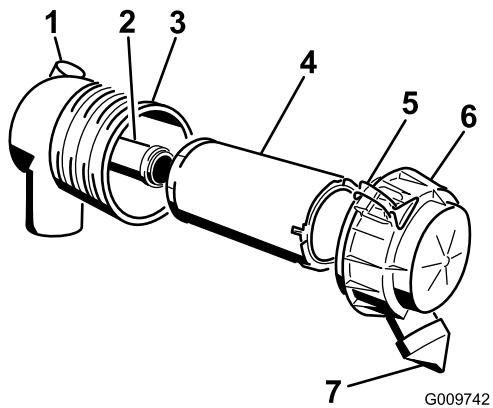

Figura 30
Importante: Effettuate la manutenzione del filtro dell'aria quando la spia diventa rossa (Figura 30). Sostituendo il filtro dell'aria prima del necessario aumenta il rischio che la mordicia entri nel motore quando si toglie il filtro.
4. Rilasciare i dispositivi di fermo del filtro dell'aria e togliere il coperchio dal corpo del filtro (Figura 30).
1. Estraete con cautela il filtro primario dal corpo del filtro dell'aria (Figura 30). Non urtate il filtro contro il corpo.
4. Se sostituite il filtro di sicurezza, fate scorrere delicatamente il nuovo filtro nel corpo del filtro (Figura 30).
5. Montate con cautela il filtro primario sul filtro di sicurezza (Figura 30). Verificare che sia inserito a fondo, premendo sul bordo esterno del filtro mentre lo si inserisce.
6. Montate il coperchio del filtro dell'aria con il lato contrassegnato UP (alto) rivolto in alto, quindi fissate i dispositivi di fermo (Figura 30).